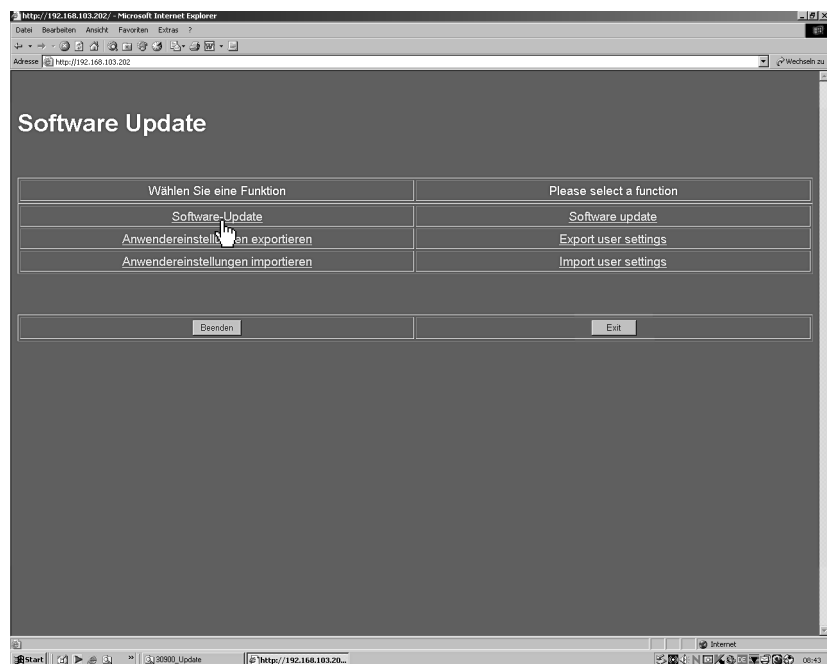

Bild 5-10: Anzeige des Software-Update-Programms in einem Internet-Browser
- Klicken Sie auf „Software-Update“ (siehe Bild 5-10), wenn Sie ein Update durchführen möchten. Folgen Sie dann den Anweisungen in Abschnitt 5.3.
2. Im Browser-Fenster erscheint das Software-Update-Programm des SurroundControl 30900(-24) (siehe Bild 5-10). Wählen Sie „Software-Update“.